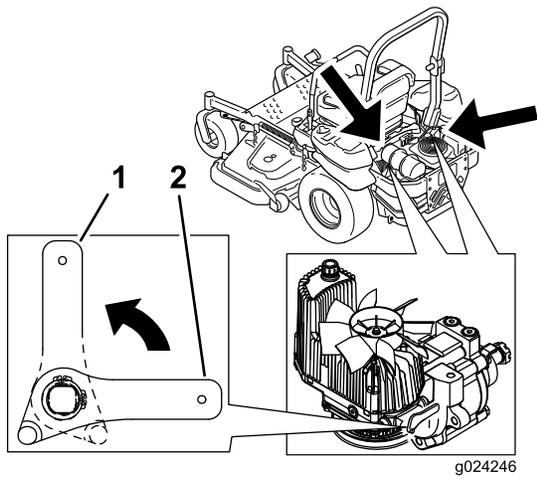

Figura 38
3. Gire las palancas de las válvulas de liberación a la posición vertical para empujar la máquina (Figura 38).
5. Gire las palancas de las válvulas de desvío a la posición horizontal para conducir la máquina (Figura 38).